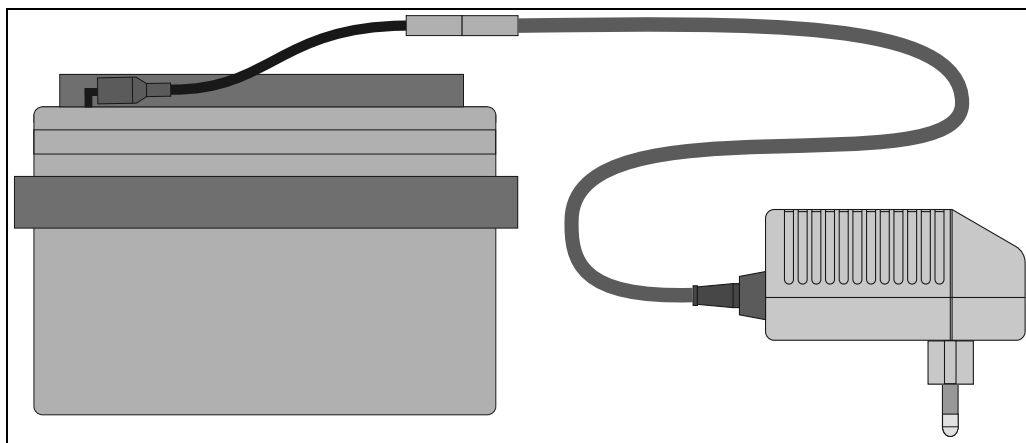

Fig. 6: Caricabatteria con batteria
1. Collegare il connettore di ricarica del caricabatteria alla batteria (→ Fig. 6)